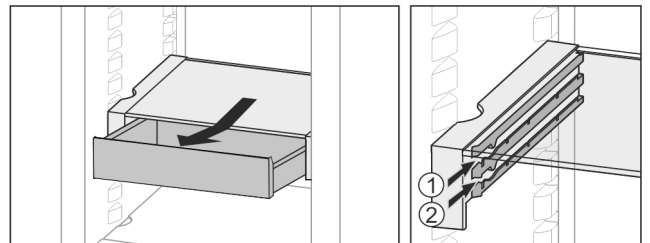

Fig. 22
- ▶ L'insérer à n'importe quelle hauteur Fig. 22 (1) ou Fig. 22 (2).